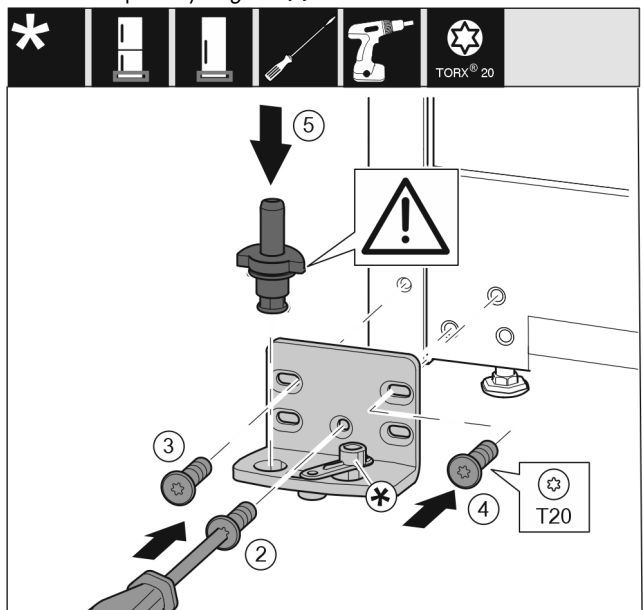

Fig. 17
- ▶ Установите опорный кронштейн с другой стороны и прикрутите с помощью отвертки T20. Начиная с винта 2 снизу в центре. Fig. 17 (2)
- ▶ Затяните винты 3 и 4. Fig. 17 (3,4)
- ▶ Установите опорный палец в сборе. При этом следите за тем, чтобы выступ фиксатора был направлен назад. Fig. 17 (5)